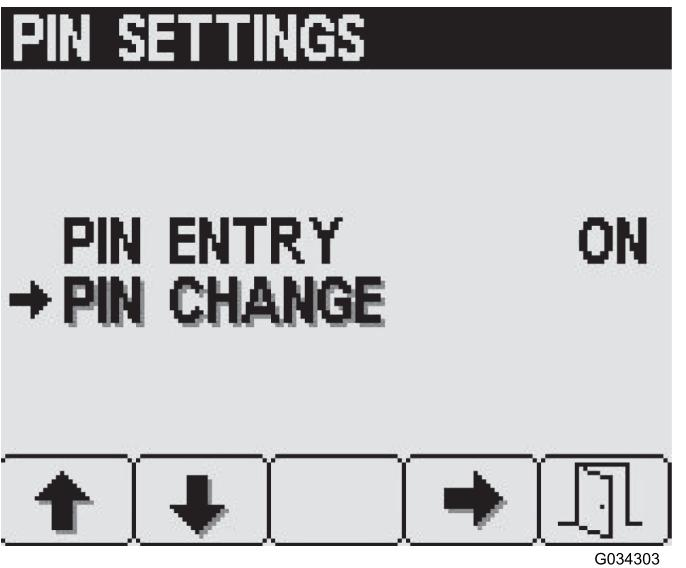

Figura 27
3. Desde la pantalla de Ajustes de PIN, pulse el botón 2 hasta llegar a Cambio de PIN, y luego pulse el botón 4 para seleccionar Cambio de PIN (Figura 27).